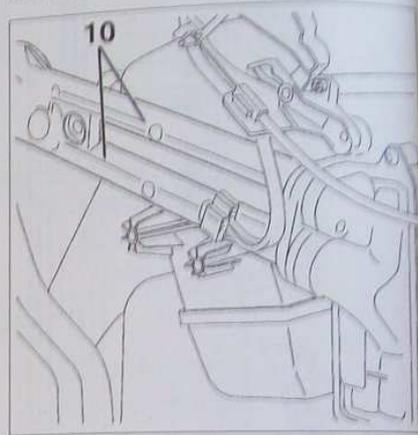

FIG.7
• Désaccoupler délicatement les tuyaux (10) du radiateur de chauffage (Fig.7).